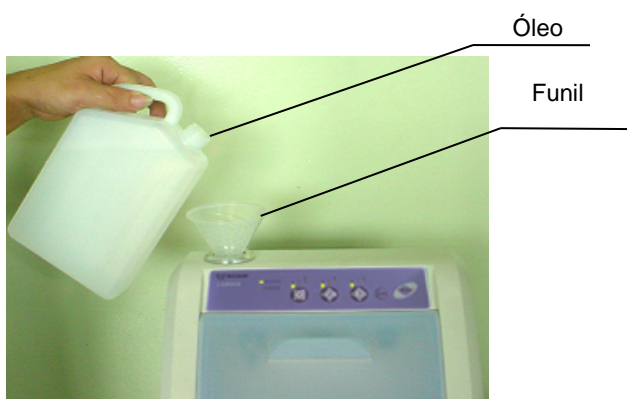

Figura 4
3. Verifique se o funil está limpo antes de adicionar o óleo, despeje o óleo no funil. Encha o reservatório até o nível "Full" e feche o reservatório apertando a tampa. (figura 4)